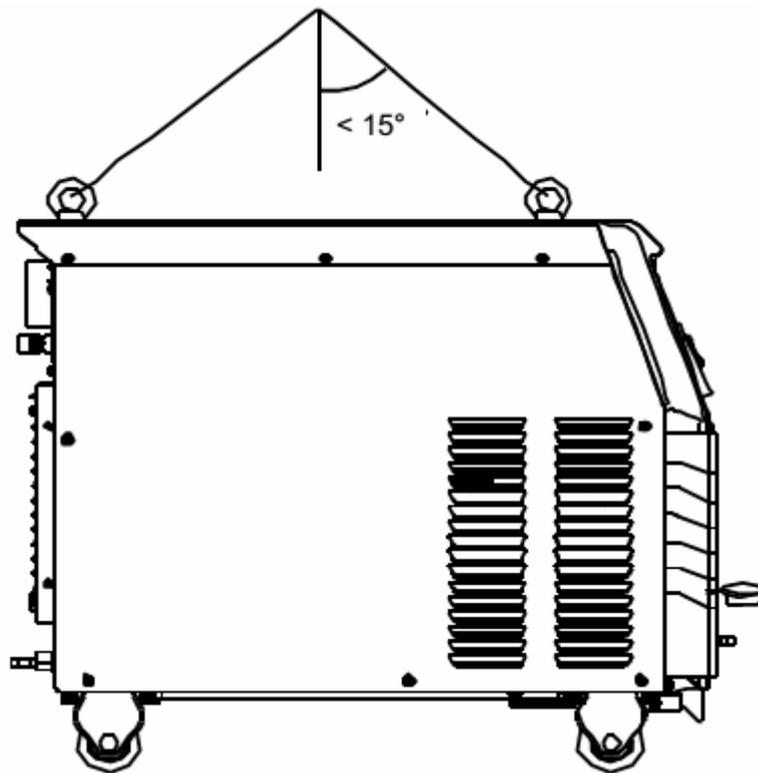

Рисунок 2-1. Принципиальная схема перемещения сварочного аппарата с помощью крана
3. Если для перемещения сварочного аппарата необходимо использовать кран, используйте два текстильных стропа, угол наклона каждого стропа от вертикали должен быть менее 15° - см. рисунок 2-1.